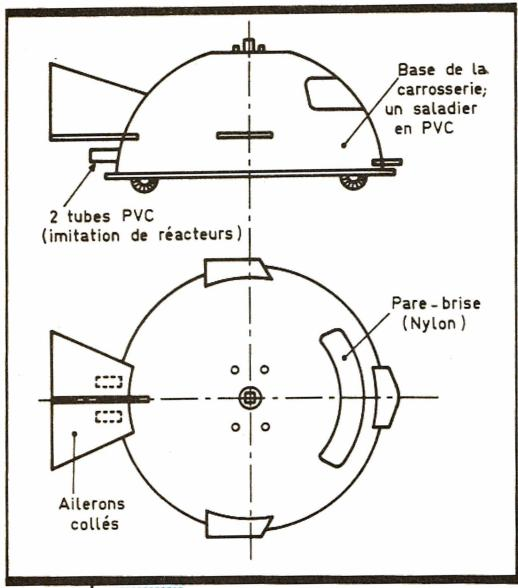

Fig. 12 Exemple de réalisation d'une carrosserie.
e) Réalisation de la carrosserie (fig. 12)
La **figure 12** est simplement un exemple de réalisation possible en partant d'un saladier « Tupperware » bien connu dans les... mi-
lieux ménagers. En y ajoutant des ailerons, un pare-brise panoramique et une couleur du type métallisé on peut arriver à la configuration futuriste souhaitée que beaucoup de nos lecteurs obtiendront sans aucun doute sans forcément imiter l'exemple de la **figure 12**.